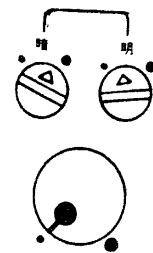

図9
- 切換スイッチを「暗」または「明」にしますと明るさが段階的に変わります。明るさはそれぞれ明るさ調整つまみで設定します。(図9)